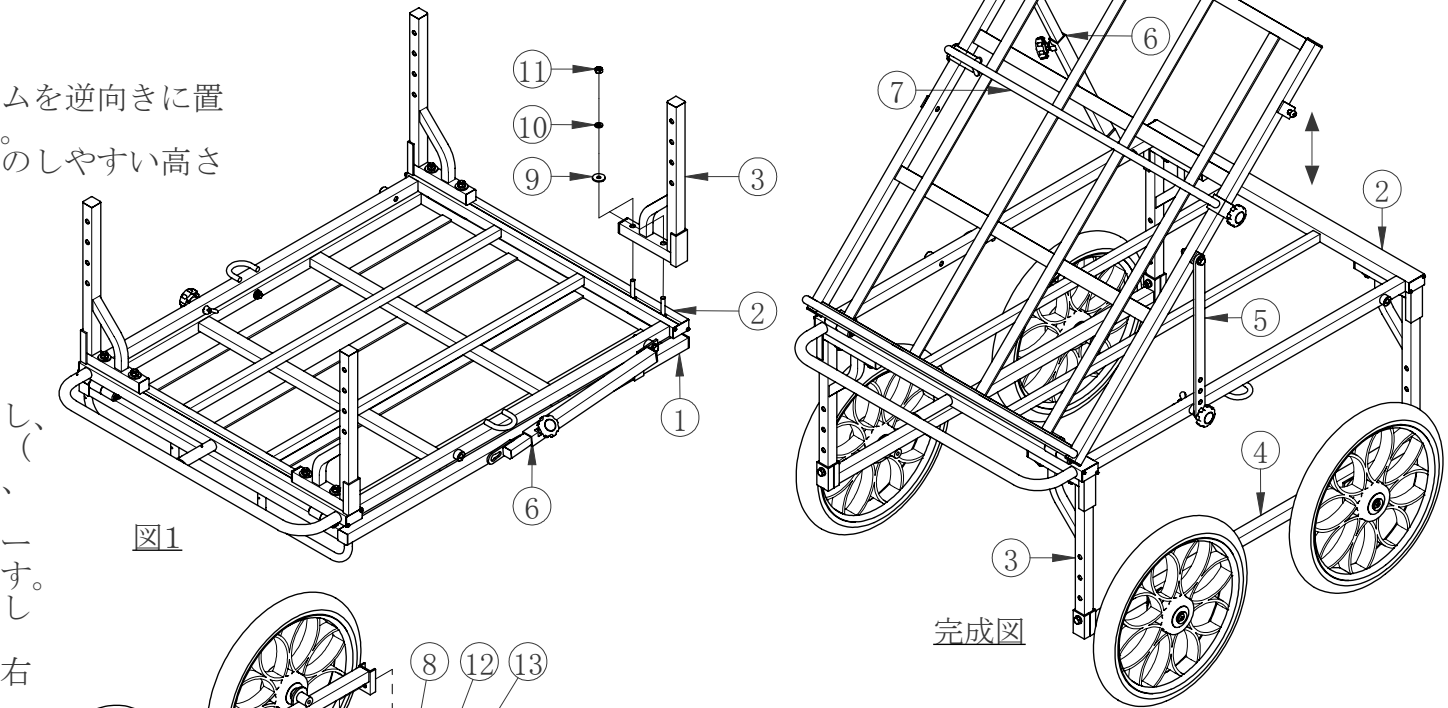

図1
- ・平らな所で図1のように①傾斜フレームを逆向きに置き、③サイドフレームを仮組みします。